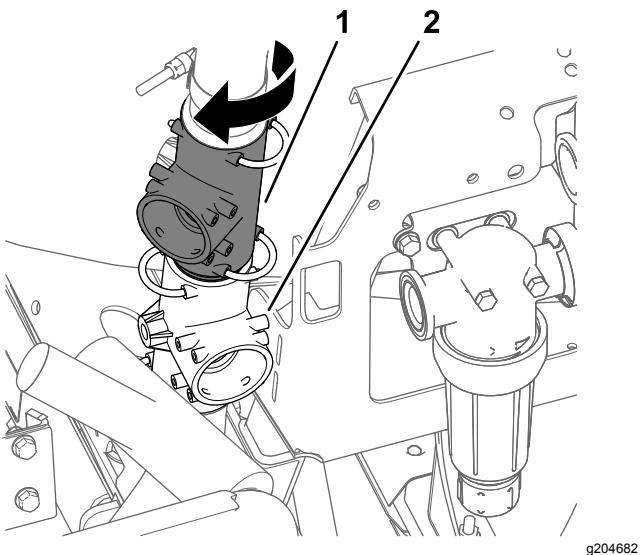

Рисунок 5
- Поверните верхний тройник приблизительно на 45° по часовой стрелке (Рисунок 5).